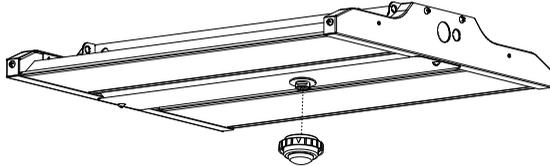

FIG. 3
3. Branchez le nœud de commande c-Max™ dans la prise USB-C (voir FIG. 3).